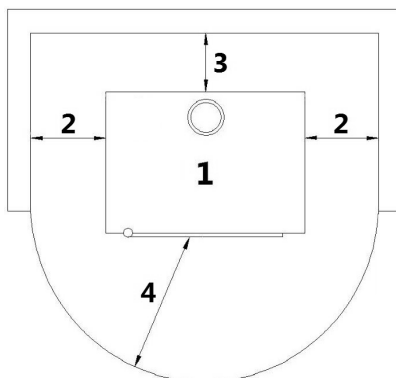

Fig. 27 - Montaje genérico
LEYENDA	Fig. 27
- Es aconsejable instalar la estufa separada de eventuales muros y/o muebles, con una cámara de aire mínima de 300 mm a los lados y de 200 mm a la trasera, para permitir un enfriamiento eficaz del aparato y una buena distribución del calor en el ambiente (véase **Fig. 27**).
- Si las paredes son hechas de material inflamable, hay que verificar las distancias de seguridad (véase **Fig. 27**).